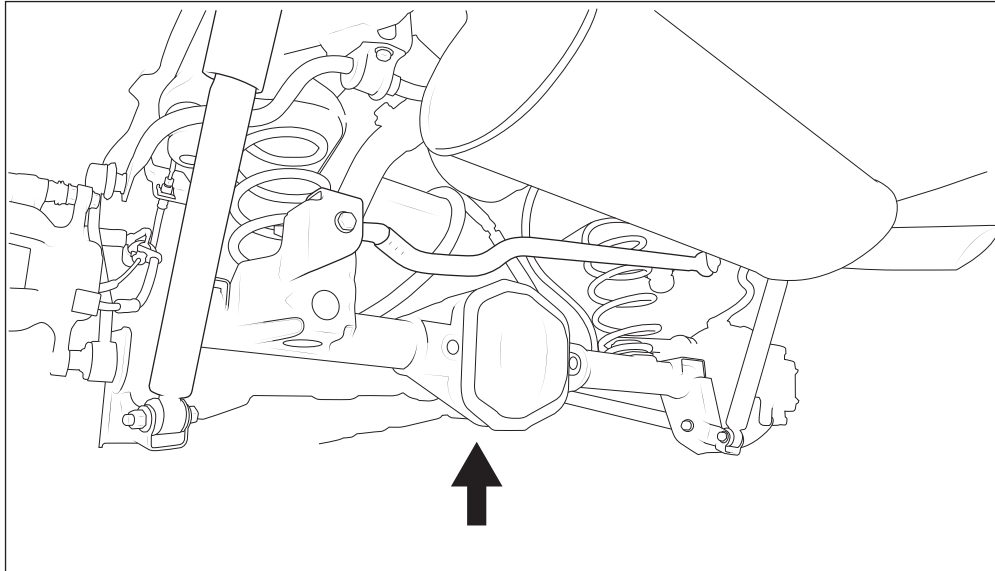

Abbildung 1
1. Hebe den Jeep am Rahmen an, sodass die Hinterachse so weit abgesenkt werden kann, dass die Federn entfernt werden können. Die Achse unter der Achsmitte abstützen. (Abb. 1)